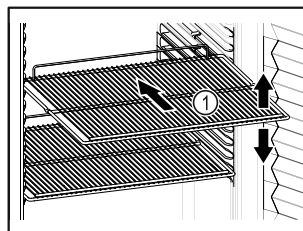

Fig. 62 Ilustratīvs attēlojums
- ❑ Ja novietošanas režģi Fig. 62 (1) ir novirzāmi, pielāgojiet tos pēc augstuma.